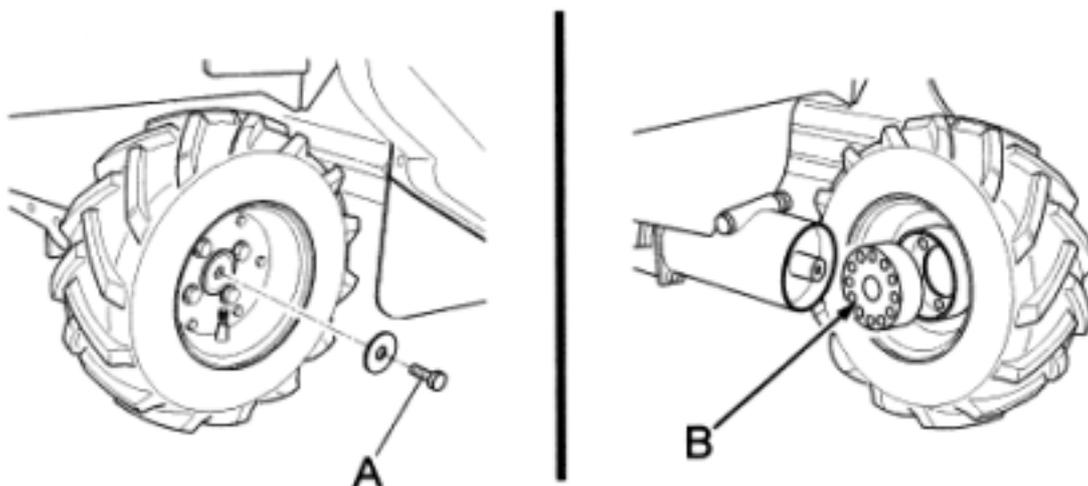

Fig. 16
- Ogni 50 ore ingrassare gli sbloccaggi ruote, rimuovendo la vite centrale indicata in fig. 16 Rif. A. Togliere la ruota completa di mozzo, ingrassare quindi la parte che viene a scoprirsi (Fig. 16 Rif. B) e procedere al rimontaggio ruota.